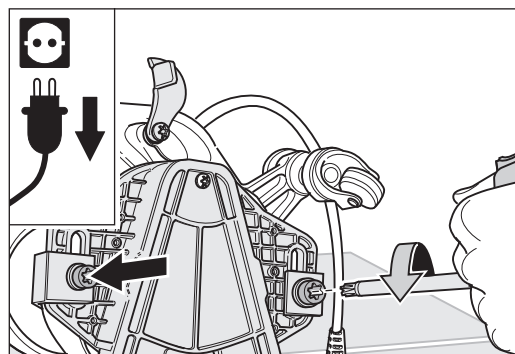

Bild 34 Ta bort de båda skruvarna med vilka tillsatsen är fastsatt tillsammans med brickorna och styrvinklarna.
- 6 Ta med universalnyckeln bort de båda skruvar som håller fast tillsatsen tillsammans med brickorna och styrvinklarna (bild 34). Läg delarna åt sidan.